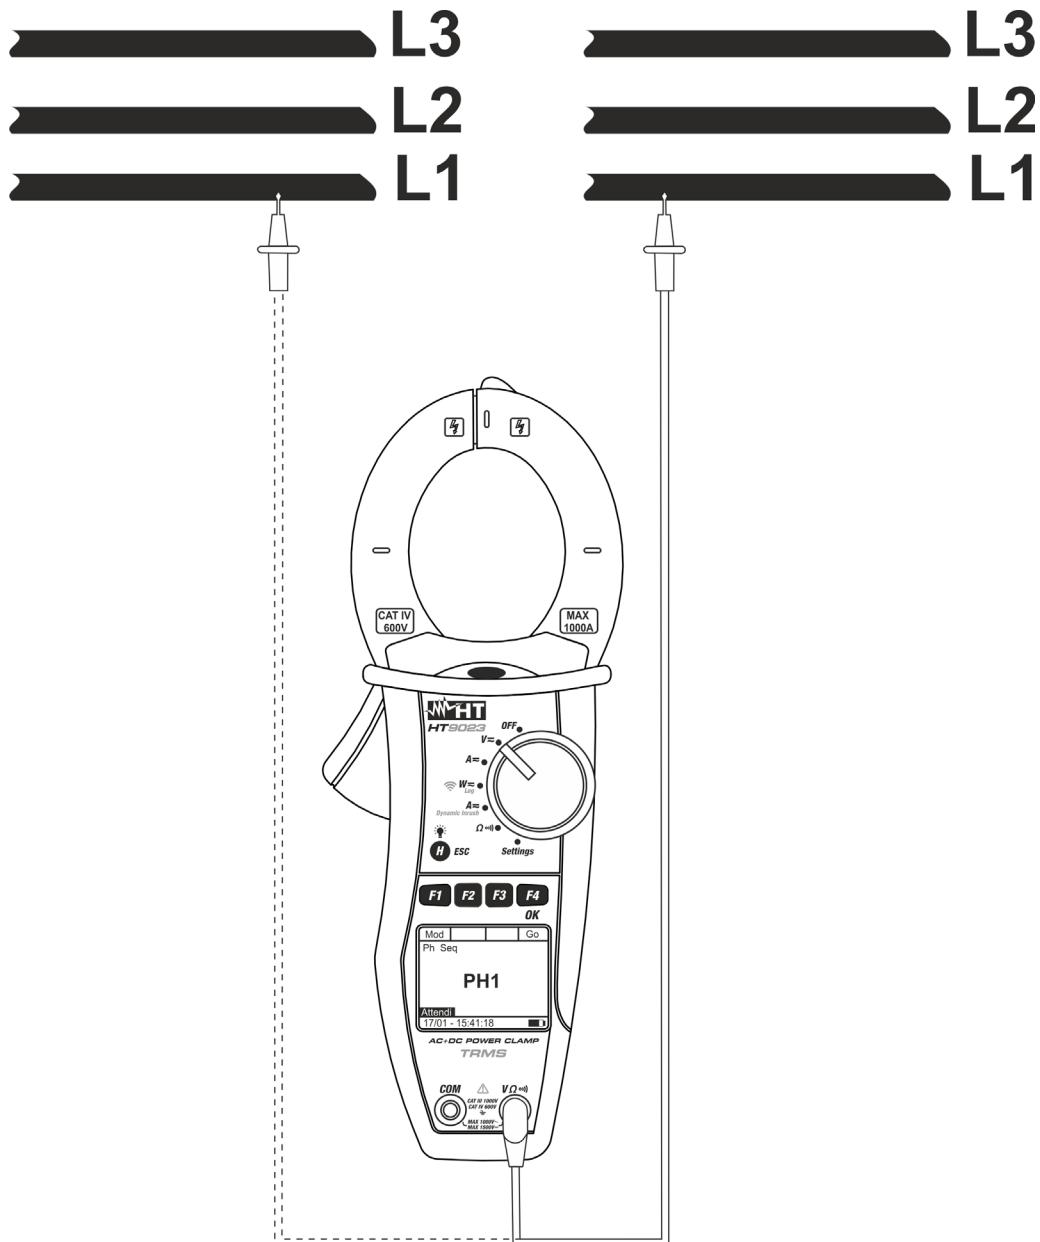

Abb. 8: Prüfung der Phasengleichheit
2. Verbinden Sie die rote Messleitung mit der $V\Omega$ Eingangsbuchse und die schwarze Messleitung mit der COM Eingangsbuchse. **Kontaktieren Sie die rote Messspitze mit der Phase L1** (siehe Abb. 8)